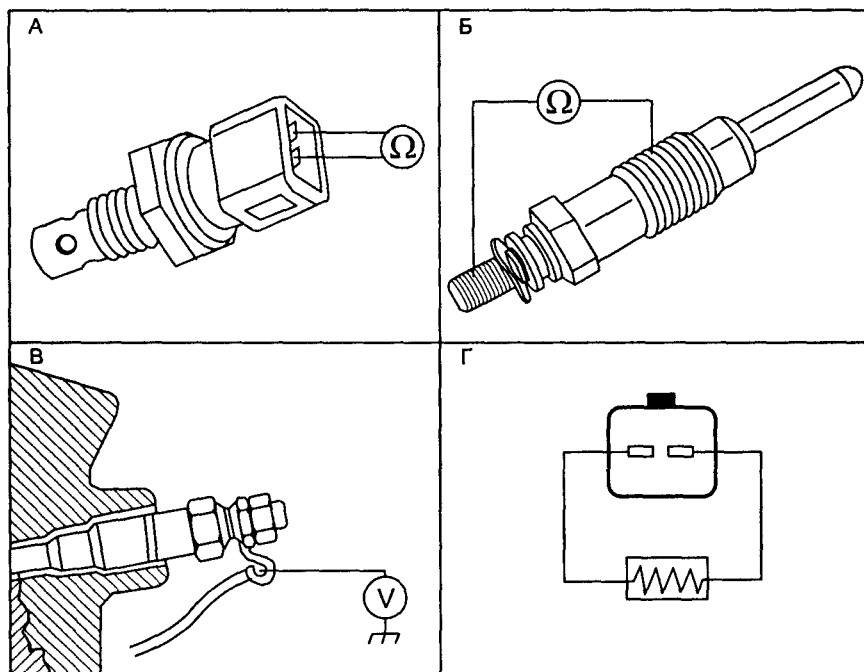

Рис. 1.3.8. Впускная система
Датчик IAT находится во впускном коллекторе. Для его проверки отсоединяют разъем датчика IAT и, имитируя изменение температуры воздуха, проверяют соответствие показаний датчика табл. 1.3.5 (рис. 1.3.8а).
- выкручивают свечи накаливания из ГБЦ и проверяют их внутреннее сопротивление (рис. 1.3.8б) — оно должно быть около 0,5 Ом;
- устанавливают свечи на место и, включив зажигание, проверяют вольтметром время предпускового подогрева. На шине свечей в течение определенного времени (в зависимости от окружающей температуры) должно быть питание 9...12 В (см. рис. 1.3.8в и табл. 1.3.6). Если этого нет, проверяют предохранитель F7, реле A171, A104, замок зажигания и соответствующие соединения и, при необходимости, проверяют ЕСМ;
- отсоединяют разъем датчика ЕСТ и включают между его контактами резистор сопротивлением 6 кОм (для имитации низкой температуры двигателя, см. рис. 1.3.8г);
- запускают двигатель и проверяют время послепускового подогрева — на шине свечей около 180 с должно присутствовать напряжение 9...12 В (рис. 1.3.8в). Если этого нет, проверяют предохранитель F7, реле A171, A104, замок зажигания и соответствующие соединения, при необходимости возвращаются к проверке ЕСМ.